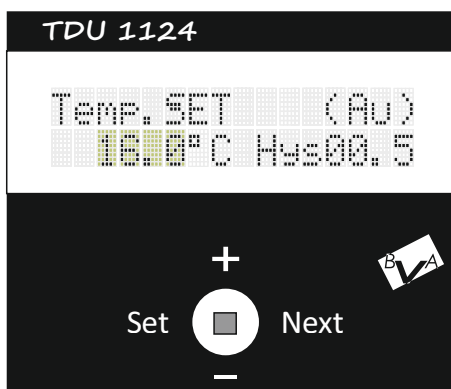

fig.5
**1. Setare temperatura.** Din ecranul „temp set” vezi fig.5 actionati tasta (SET), valoarea temperaturii va fi afisata intermitent. Cu tastele + si - modificati valoarea, acesta va fii setpoint-ul temperaturii. Mergeti mai departe cu tasta (SET) si alegeti modul de functionare al termostatului, (automat ori manual) vezi fig.7. (Au) (Ms) in modul automat regularizarea temperaturii se va face in baza programului zilnic / saptamanal.